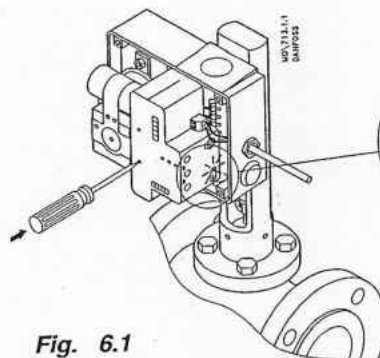

Fig. 6.1
- Ca. 5 sek. efter at netspændingen er tilsluttet, vil den røde lysdiode (ved funktionsomskifteren) lyse (fig. 6.1).
- Tryk „Stroke“ set knappen ind med en skruetrækker (fig. 6.1).
- Approx. 5 s after mains voltage is connected, the red LED (by the function switch) lights up (fig. 6.1).
- Press in the „Stroke“ set button with a screwdriver (fig. 6.1).